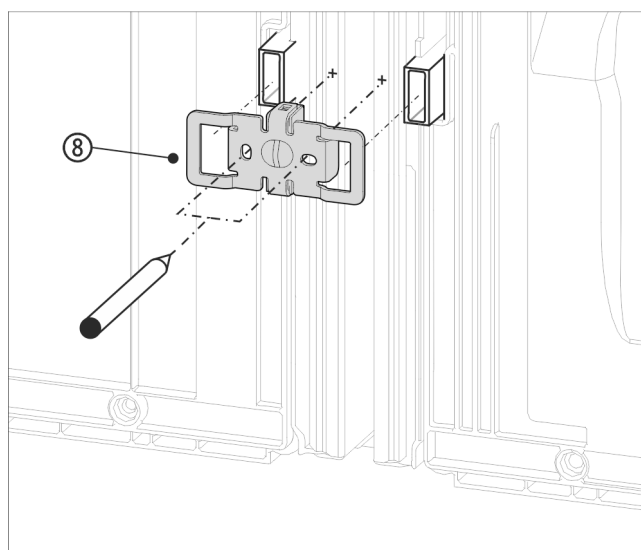

Fig. 17 Przykładowa prezentacja
- ▶ Kątownik Fig. 17 (8) z wycięciami nasunąć na uchwyt dla elementu dystansowego.